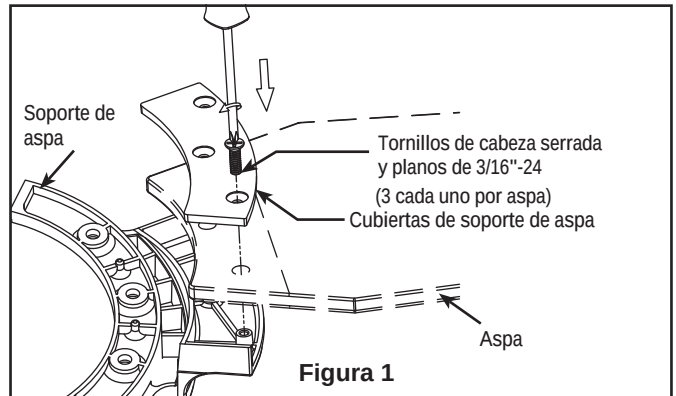

Figura 1
1. Apoye el lado liso del soporte de aspas sobre una superficie plana, con la parte interior del soporte mirando hacia arriba. Este es el lado que tiene los pilotes roscados y la base inclinada. Coloque las aspas sobre sus soportes con los postes roscados que se muestran. Asegúrese de que el borde inferior del asa esté completamente asentado sobre el brazo del asa. Coloque la cubierta del soporte de aspas sobre el asa, y alinee los orificios sobre los pilotes roscados. Con un destornillador Phillips, enrosque ambos tornillos en los pilotes pero no los ajuste por completo. Antes de ajustarlos por completo, alinee la línea central del soporte de aspas con el centro del extremo del asa. Ajuste ambos tornillos para asegurar el asa. (Figura 1)